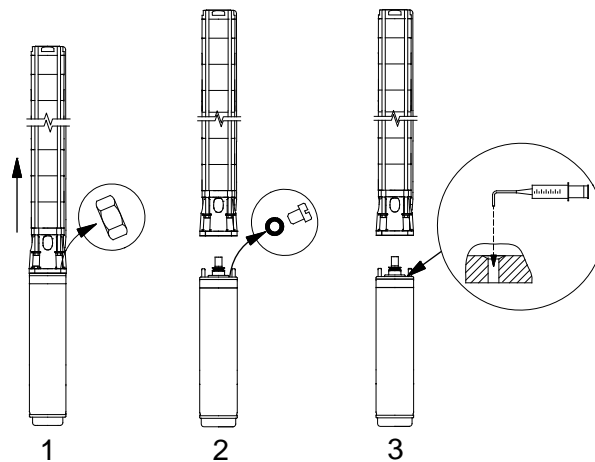

Fig. 3
- Si le moteur est remplacé, il faut vérifier le niveau du liquide avant de monter le moteur sur la pompe, voir fig. 3.
- En cas de réparation, le niveau du liquide doit être contrôlé, voir fig. 3.
1. Positionner la pompe comme indiqué fig. 3. La vis de remplissage doit être située au point le plus haut du moteur.
3. Injecter le liquide dans le moteur à l'aide de la seringue de remplissage fig. 3 jusqu'à ce que le liquide déborde légèrement de l'orifice de remplissage.